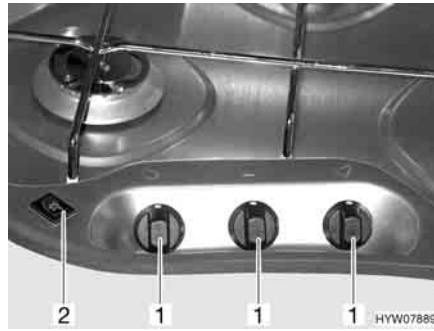

Fig. 104 Elementi di comando del fornello a gas
► Nei fornelli a gas senza accensione elettronica, non è presente il rispettivo interruttore a bilico (Fig. 104,2).
- Ruotare il pomello girevole (Fig. 104,1) dell'impianto a fiamma libera desiderato in posizione accesa (fiamma alta).
- Accensione elettronica: Premere l'interruttore a bilico (Fig. 104,2). Sul bruciatore vengono prodotte scintille.